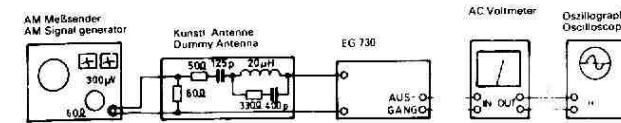

Abb. 4
Meßanordnung gemäß Abb. 4.
Meßanordnung gemäß Abb. 4
2.5.1 Meßanordnung gemäß Abb. 4. Zusätzlich DC-Voltmeter am Meßpunkt TP 7 anschließen.